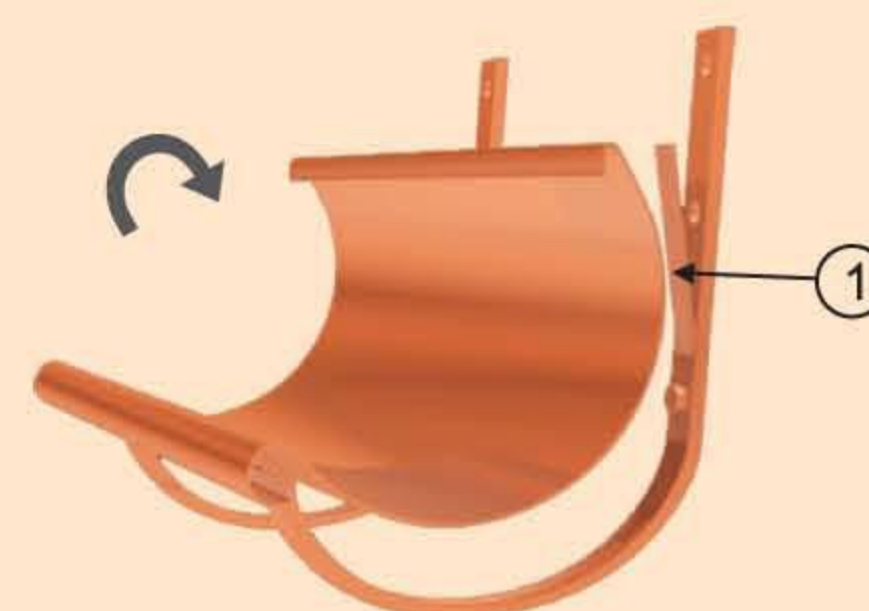
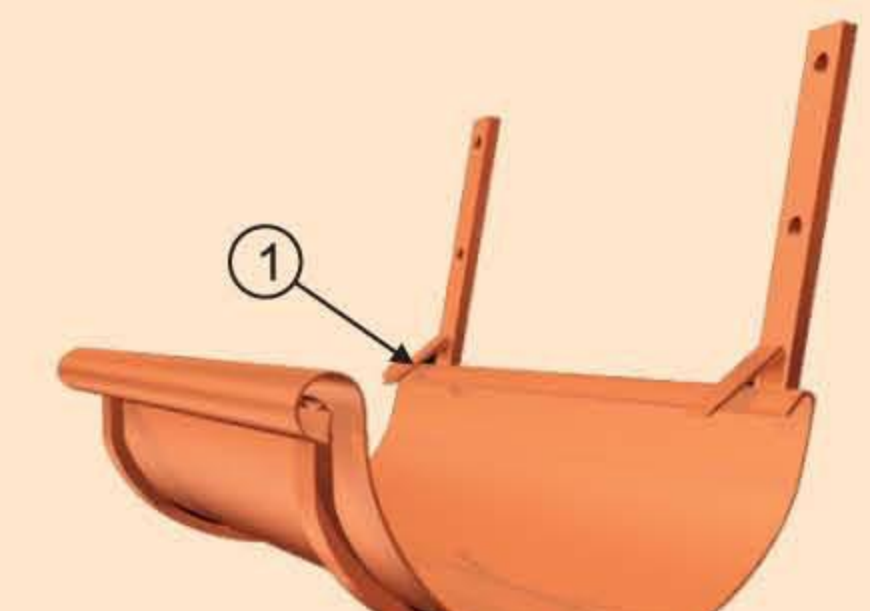

Рис. 10
Рис. 11
Вставьте желоб в крюк, заведя его переднюю часть за носик крюка так, чтобы носик крюка оказался внутри завитка желоба (рис. 10). Поверните желоб на 90° в сторону кровельного ската. Затем расположите желоб внутри крюка и зафиксируйте с помощью специальных пластин фиксаторов ① (рис. 11).